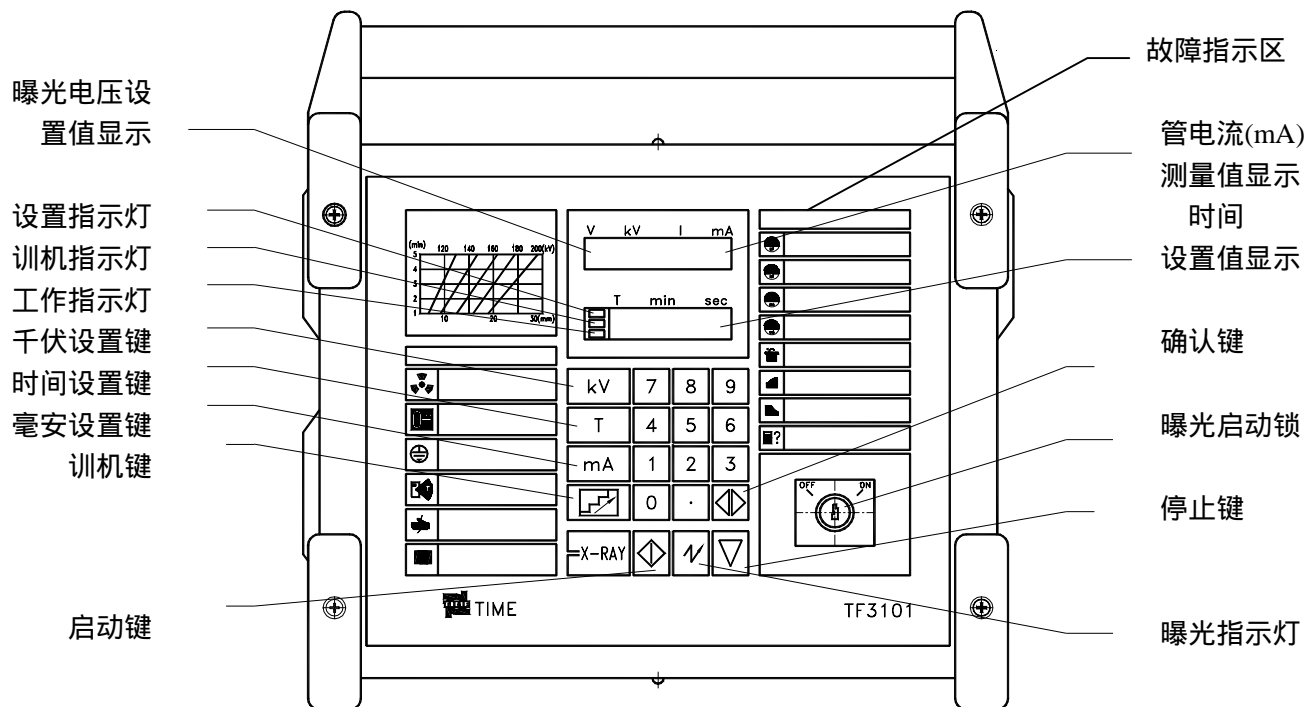
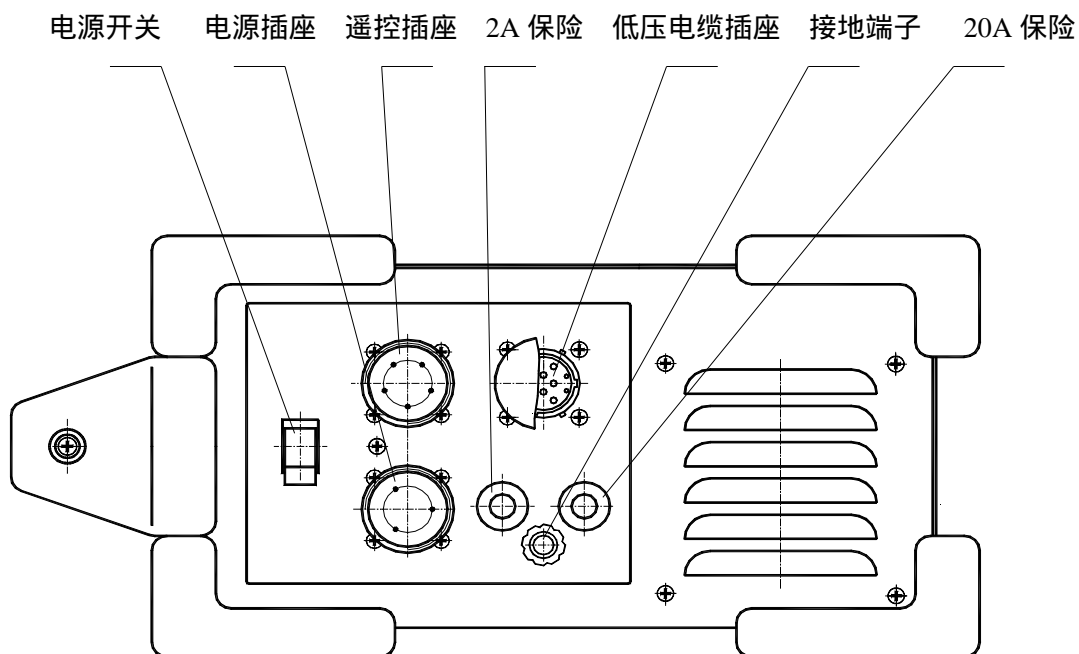

图 2.3 TF3120C 控制器面板图
图 2.4 TF3120C 控制器右侧图
TF3120C 控制器外形结构如图 2.3、图 2.4 所示：
5.1 TF3120C 面板图见图 2.3 , 各键的功能如下 :